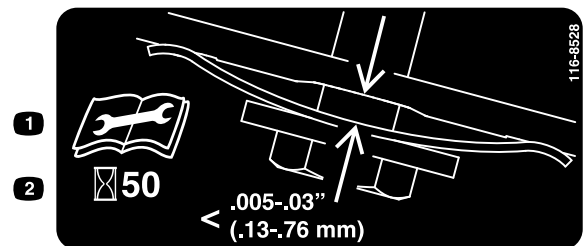

Figura 28
3. Sujete una galga ajustada a entre 0.13 y 0.76 mm (0.005" y 0.03") contra el tabique y deslícela hacia abajo por detrás del muelle tensor de la correa; consulte Figura 28.
3. Afloje el perno de ajuste (Figura 28).